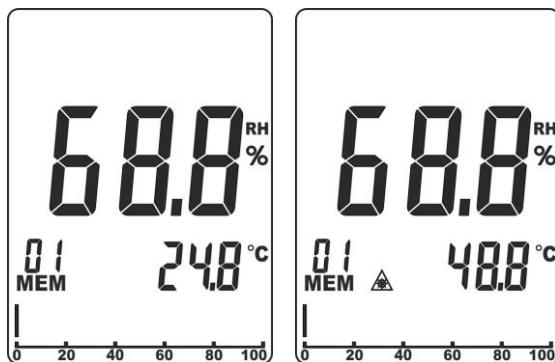

Fig. 10: Medição da Temperatura por infravermelhos (IRT)
3. A temperatura do ar é apresentada no display secundário (ver Fig. 10 – parte esquerda).
4. Premir o botão **IRT/△** para ativar a medição IRT. O apontador laser ativa-se durante uns instantes e o símbolo “**△**” é apresentado no display até que termine a medição. O valor da temperatura IRT é apresentado no display secundário durante cerca de 15s (ver Fig. 10 – parte direita) e, de seguida, o instrumento volta automaticamente para a medição da temperatura do ar.